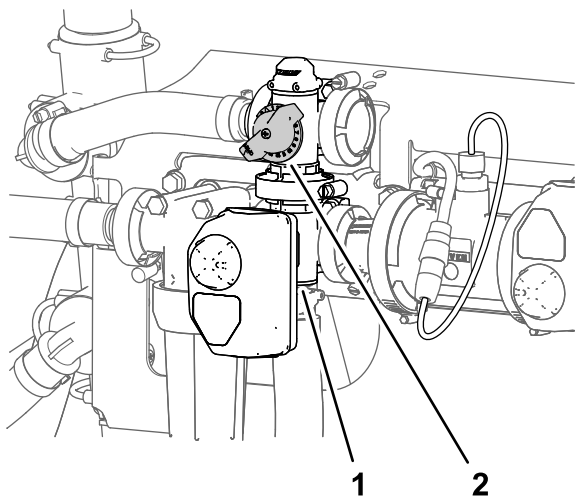

Рисунок 202
2. Отрегулируйте клапан перепуска перемешивания (Рисунок 202) так, чтобы показание давления в системе опрыскивателя стало равно 689 кПа (100 фунтов на кв. дюйм).